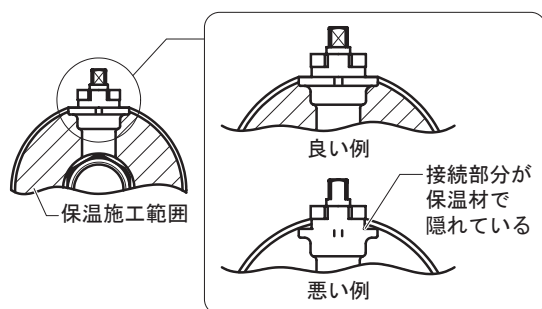

図13 保温施工範囲
- 保温施工は、『図13』の  の範囲内で処理してください。